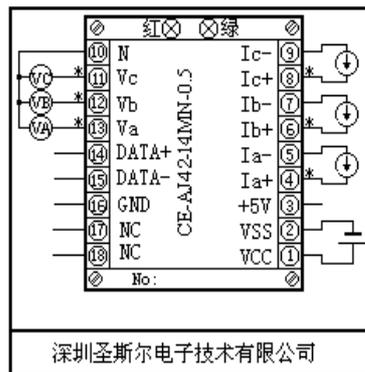

图 3.3.3 三相四制 N 型 RS-485 接口接线参考图
3.3.4.3、三相四线制 N 型产品接线参考图(电流端子输入，最大 6A)，见图 3.3.3。